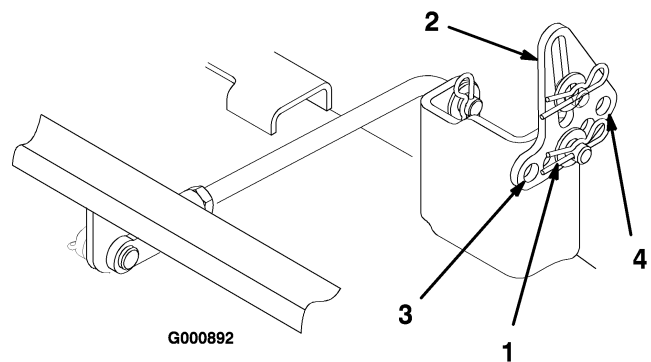

Figura 44
5. Retire el pasador y la arandela del soporte de nivelación (Figura 44). Para nivelar la(s) cuchilla(s), vuelva a colocar el/los soporte(s) de nivelación en un taladro diferente y vuelva a colocar la arandela y el pasador. (Figura 44). Los taladros delanteros bajan la altura de la cuchilla y los taladros posteriores elevan su altura. Ajuste ambos lados según sea necesario.